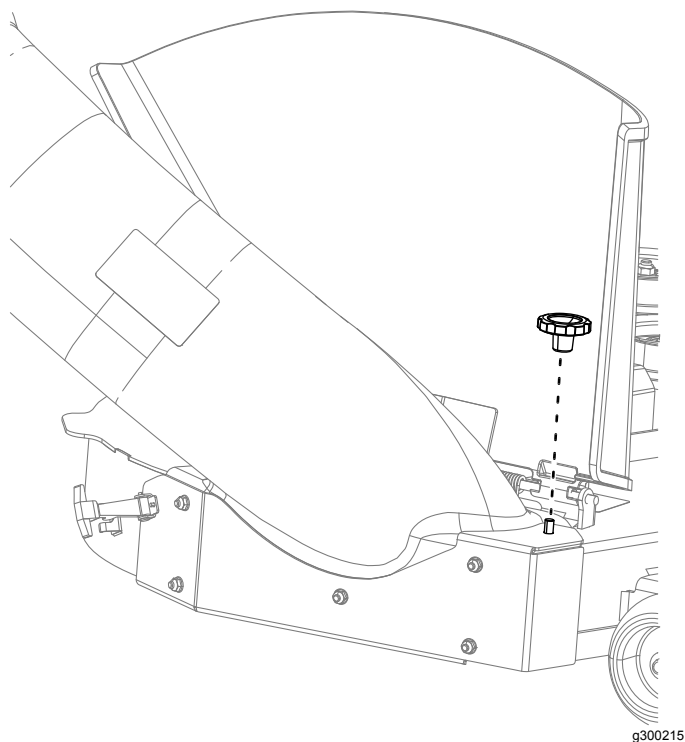

図 19
2. 既存のバッフルがついていた同じ場所に、新しい集草カットオフバッフルを取り付ける 図 19。
5. 前バッフルを刈り込みデッキの前部に取り付けるナット5/16"とキャリッジボルトを使用して 図 19のように取り付ける。
6. シュートを刈り込みデッキにハンドノブで固定する図 19。
7. ノブを手締めしてシュートをデッキに固定する図 19。